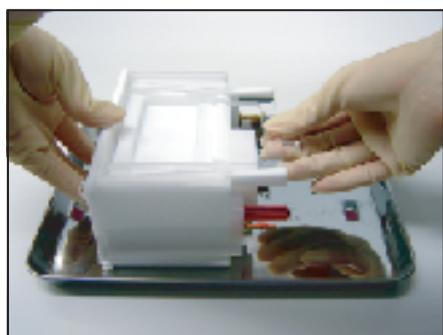

図11
11. スーパーウェッジを差し込み、**MINICA-MP** プロッティングモジュールをセルベース内に固定します。 (図11)